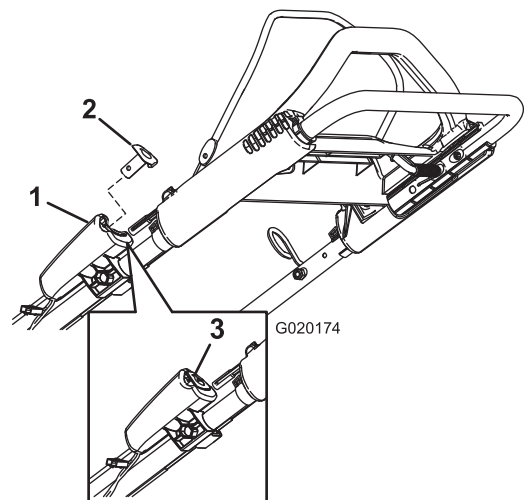
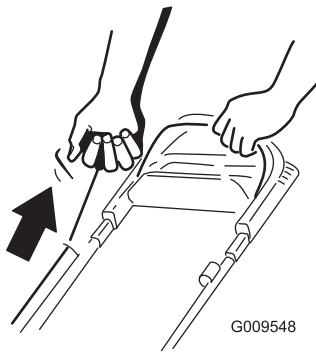

Figura 13
Figura 14
2. Presione el botón de arranque eléctrico (modelo de arranque eléctrico solamente; consulte Figura 13) o tire de la cuerda del arrancador de retroceso (Figura 14).
Nota: Si se ha retirado el botón de arranque eléctrico, introdúzcalo en el arrancador eléctrico; consulte Figura 13 (modelo de arranque eléctrico solamente).
con fuerza (Figura 14). Deje que la cuerda vuelva lentamente al manillar.